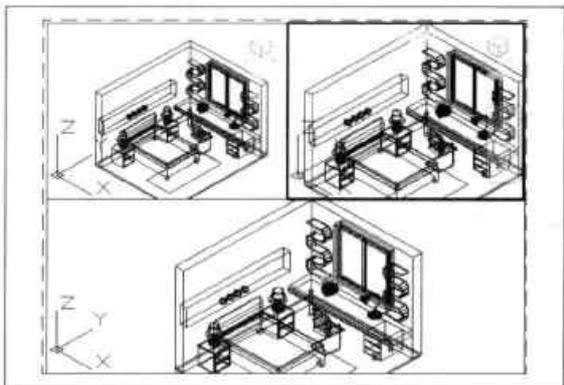

图10-37 启动“图纸”模式
Step 01 在状态栏中单击“图纸”按钮,启动图纸模式,此时在布局中被选中的视口边框会加粗显示,如图 10-37 所示。